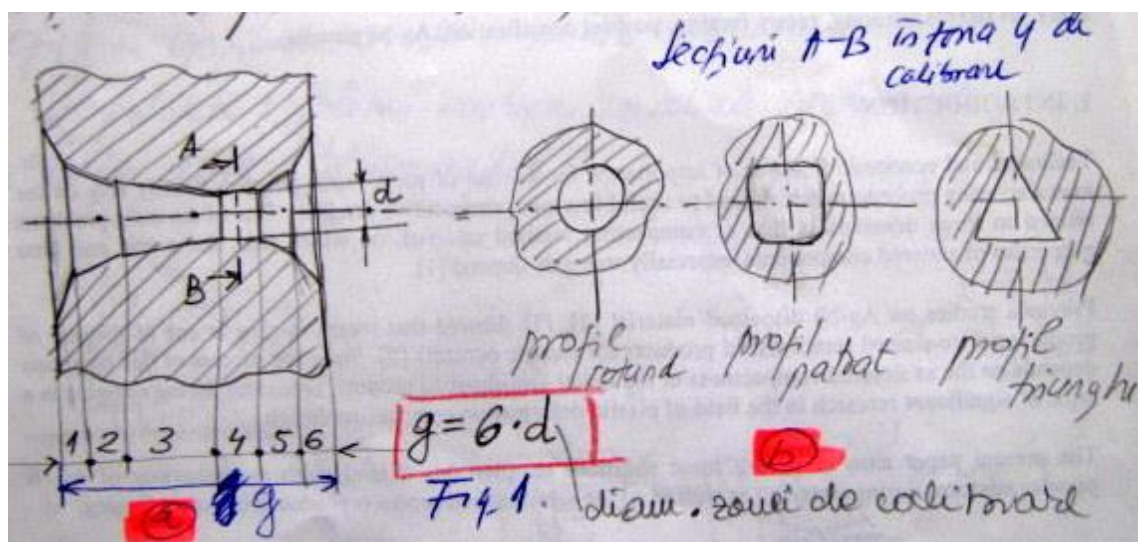

Fig. 1, a si b
Geometria (profilul) unei filiere in sectiune longitudinala (a) si transversala (b) – **Fig 1, a si b:**
- 4. Zona de calibrare:** zona cilindrica sau profilata care determina forma si dimensiunile finale ale produsului in sectiune transversala — **Fig. 1.b;**